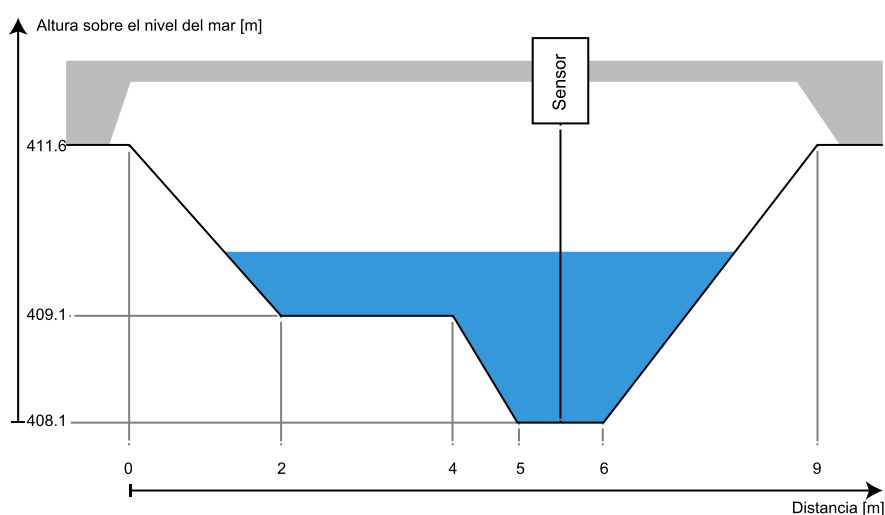

Figura 18 Perfil transversal con alturas absolutas
- altura absoluta sobre el nivel del mar, ver Figura 18